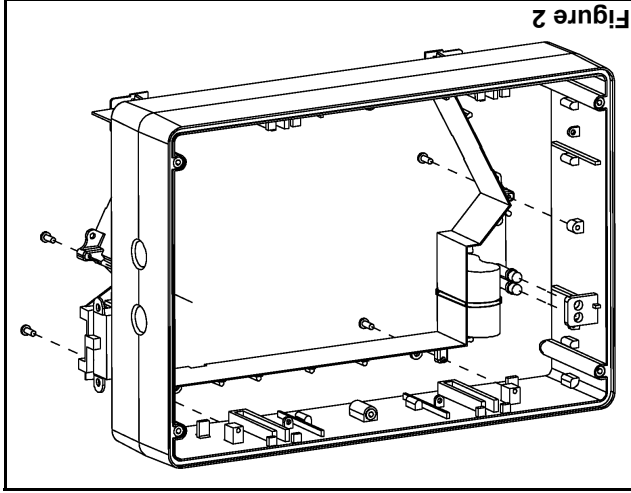

Figure 2
c. Pour accéder aux trous défonçables du cadre, retirer les 4 vis retenant le module électronique au cadre afin de les séparer voir figure 2).